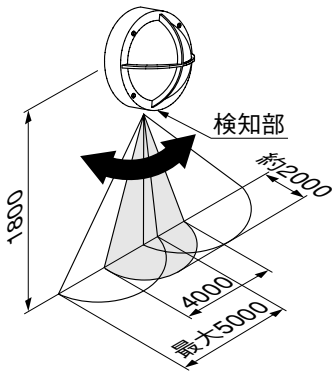
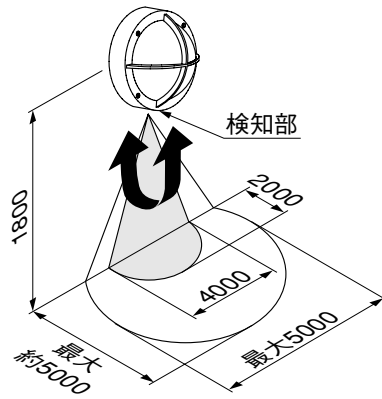

図1-2 左右検知範囲の目安
図1-3 前後検知範囲の目安
③ 検知部を動かして、検知範囲を設定してください。(図1-2、図1-3参照)